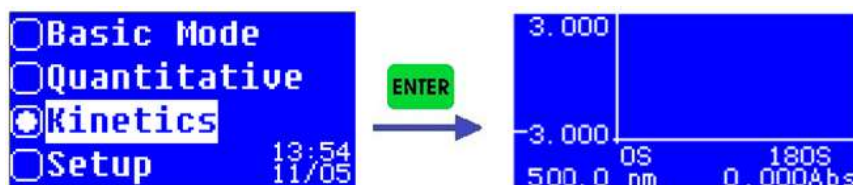

Fig. 3-32
Pulsar “▲” o “▼” para seleccionar la función en la interfaz principal y pulsar “ENTER” para entrar a la interfaz de medición Cinética (Fig. 3-32).
Paso 1: Ingrese a la interfaz de medición de Kinetics (Fig. 3-32).